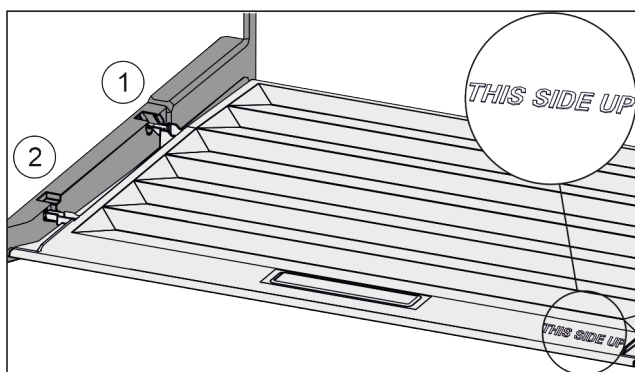

Fig. 105
- Dekselranden via de opening van de achterste houder Fig. 105 (1) aanbrengen en van voren in de houder Fig. 105 (2) klikken.